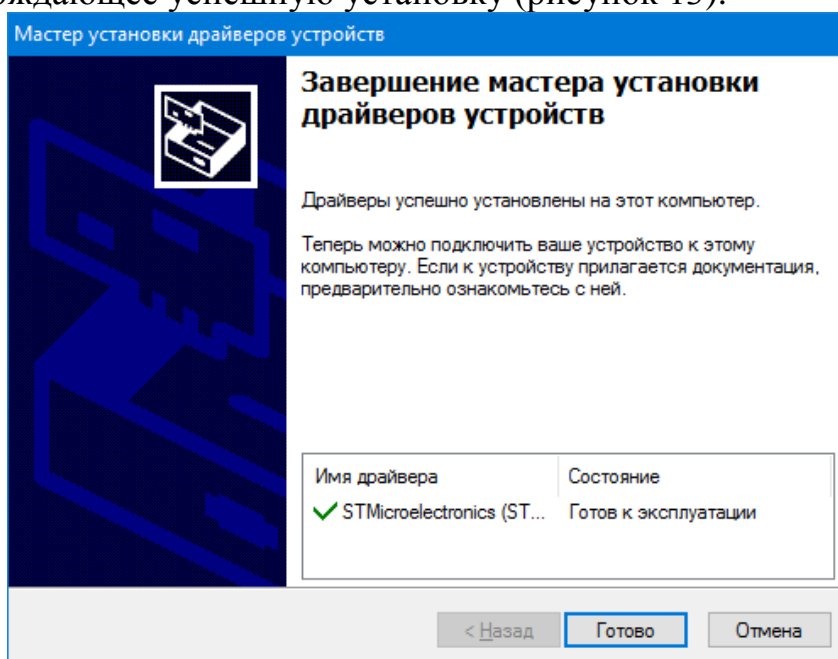

Рисунок 13 - установочный файл
2.2.4 Запустив установочный файл может появиться запрос на разрешение внесения изменений на устройстве, следует согласиться. Следуем согласно инструкции установщика, в результате появиться окно подтверждающее успешную установку (рисунок 13).